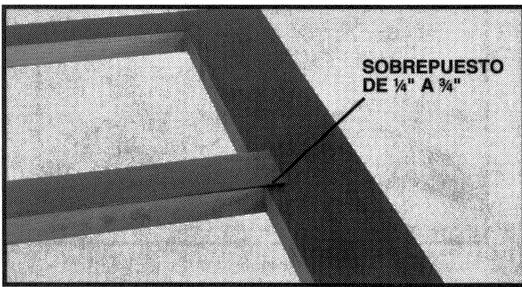

Fig. 3
3. Coloque la lámina en un travesaño con al menos 1.4" (6 mm) y no más de  $\frac{3}{4}$ " (19. mm) que traslape cada larguero (vea la Fig. 3). Use un rodillo para seguir la sección central de la lámina al travesaño. Deje al menos 4" (10 cm) de lámina suelta en ambos extremos del travesaño (no la cilindre hacia abajo).